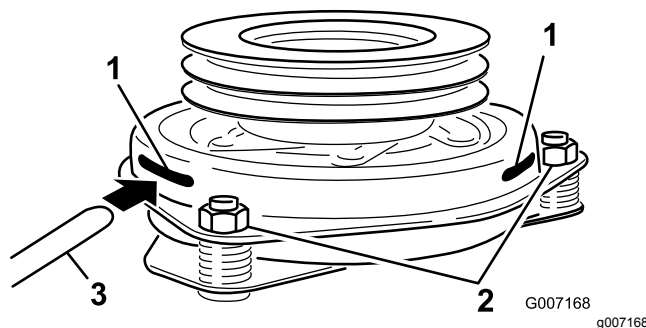

Figura 79
9. Introduzca una galga de 0,381–0,533 mm por una de las ranuras de inspección en el lateral del conjunto (Figura 79).
10. Apriete las contratuercas hasta fijar ligeramente la galga pero dejando que ésta se pueda mover con facilidad en la separación (Figura 79).